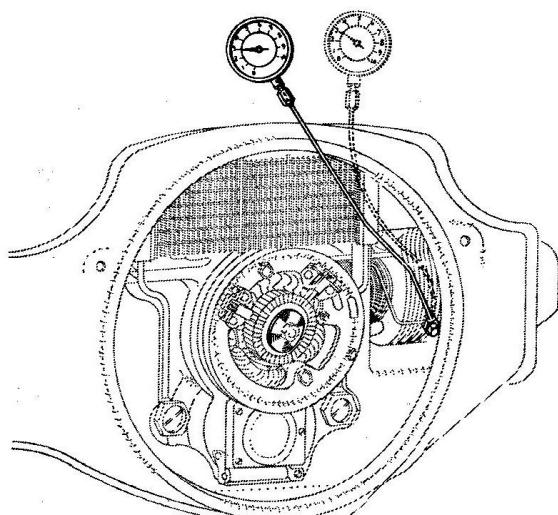
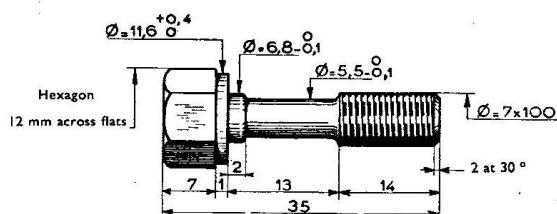

Fig. 6. Manometrets montering på topstykkets olienippel.
Fig. 7. Skitse af specialnipe-
3. Aftag olierørets nippel på venstre topstykke og tilslut et manometer ved hjælp af en specialnippel - fig. 6. Specialniplen kan ikke købes, men fremstilles efter skitsen fig. 7.